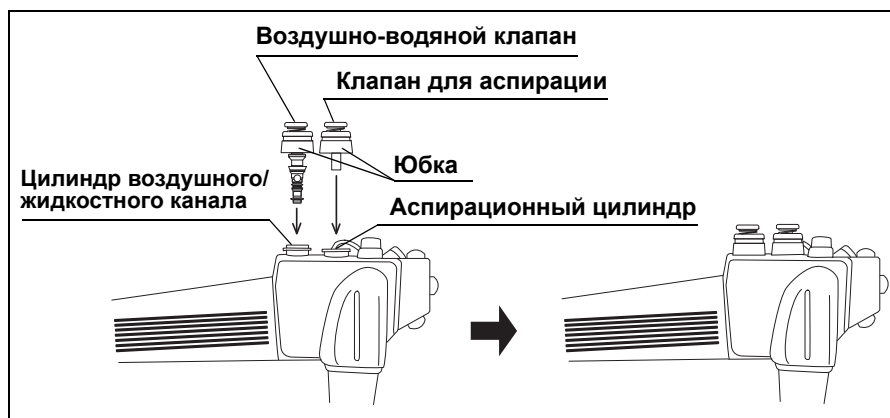

Рис. 3.13
1. Присоедините воздушно-водяной клапан к цилиндру воздушного/жидкостного канала эндоскопа (см. Рис. 3.13).